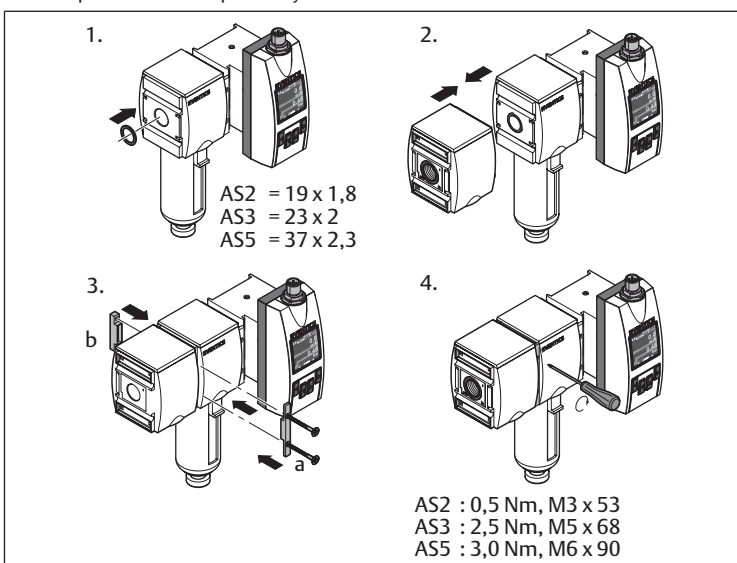

Fig. 6: Montaje con el juego de unión | W04
- Montaje con el juego de unión y la unidad de preparación de aire: véase → Fig. 6.